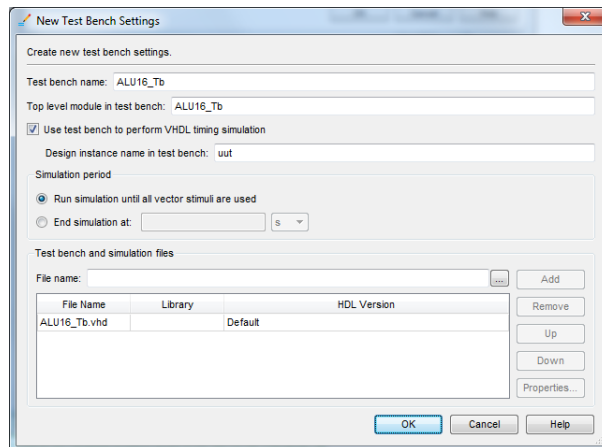

Figura 12 – Aspeto da janela “New Test Bench Settings” após configuração das opções.
- Na janela seguinte clique no botão “New...” e preencha todos os campos conforme ilustrado na Figura 12 (não se esquecendo de adicionar o ficheiro “ALU16_Tb.vhd” à lista de “Test bench and simulation files”).